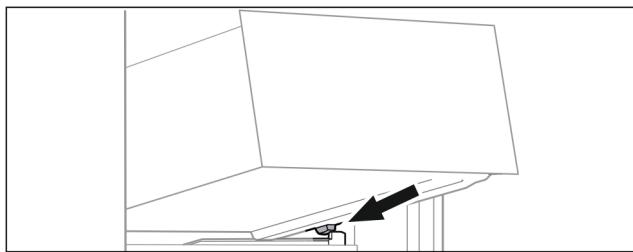

Fig. 91
- Schubfach schräg hinter den Stopfern auf Behälterrippe aufsetzen. (siehe Fig. 91)